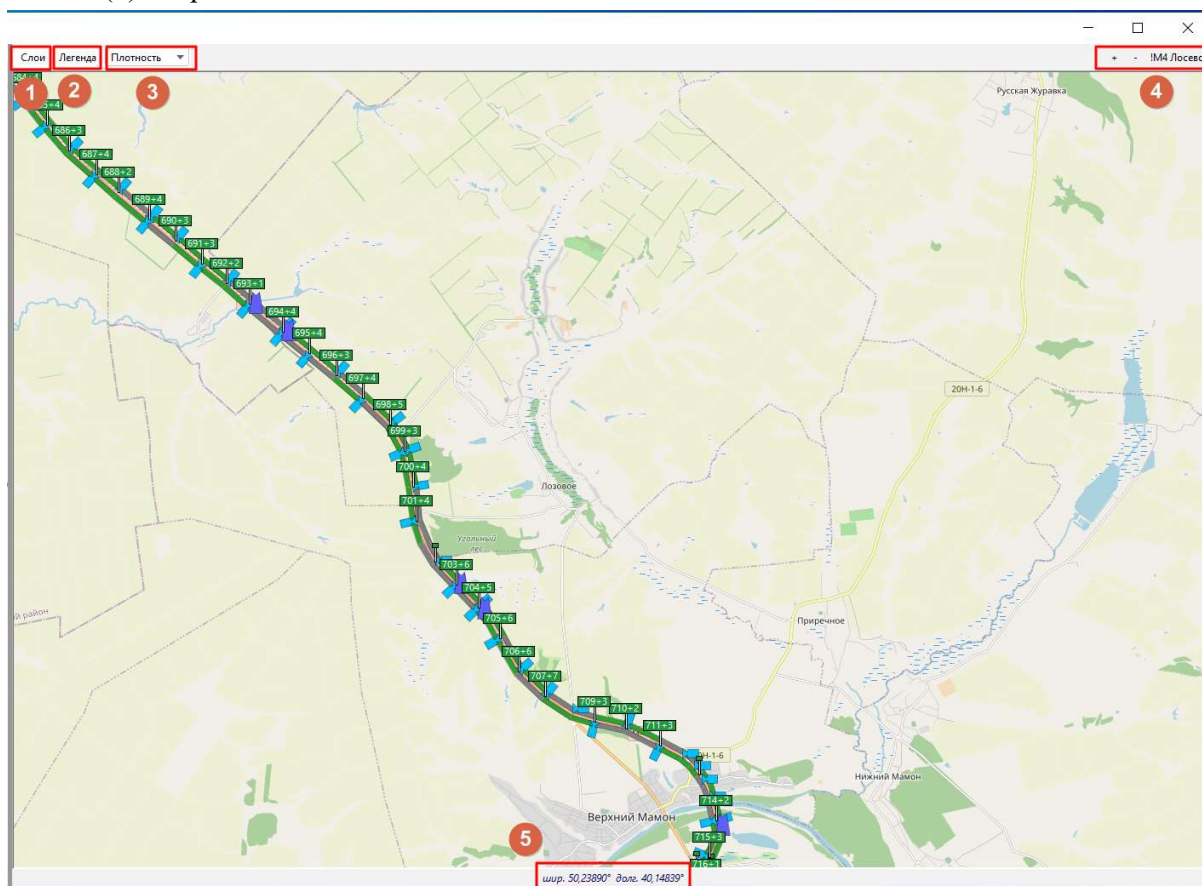

Рис. 17 Навигация по карте
В области карты (см. рис. 17) расположены следующие инструменты отображения:
При перемещении курсора по карте в нижней части карты меняются географические координаты – (5) на рис. 17.